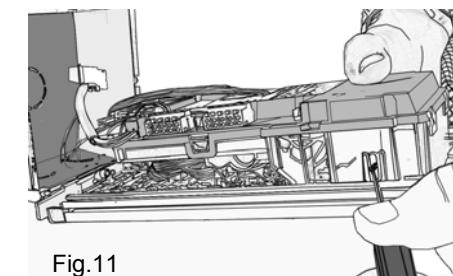

Fig.11
2.10 REGOLARE L'ORIENTAMENTO DELLA TELECAMERA (fig.11 pag. 18).
L'orientamento della telecamera sia per quanto riguarda l'asse verticale che per l'asse orizzontale è realizzato tramite un taglio a cacciavite piatto nel lato del gruppo vicino alla telecamera (fig.11 pag.18).